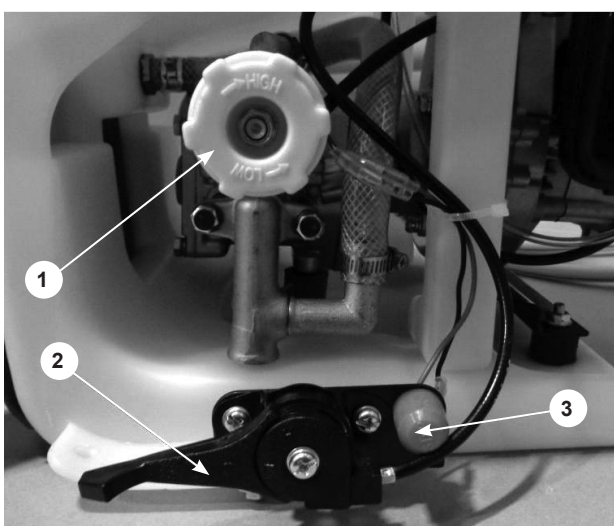

Рис. 5 Органы управления
2. Перед запуском двигателя убедитесь, что регулятор давления 1 (Рис. 5) находится в положении минимального давления (повернут против часовой стрелки до упора).
6. Рычаг газа 2 (Рис. 5) переведите в среднее положение.
- а) регулировки оборотов двигателя рычагом газа 2 (Рис.5) – чем ниже обороты, тем меньше давление. Если вам нужно максимальное давление, установите максимальные обороты. Если давление невысокое, для экономии топлива установите обороты на $\frac{3}{4}$ от максимума.
- б) регулировки давления регулятором давления 1 (Рис.5) – при вращении по часовой стрелке давление увеличивается, при вращении против часовой стрелки – уменьшается.